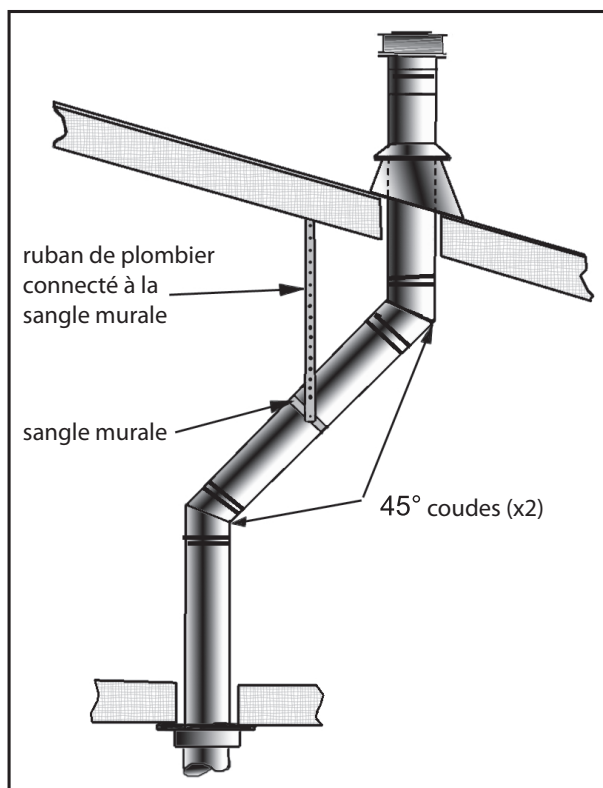
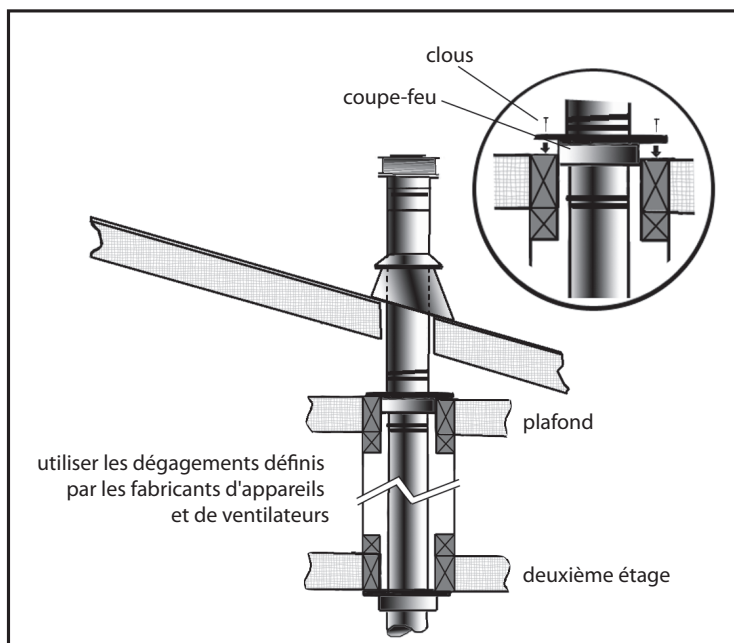

Figure 37: Utilisation des sangles murales.
Figure 38: Installation du tuyau d'évent à plusieurs étages.
- (1) Si un déport est nécessaire dans le grenier pour éviter les obstructions, il est important de soutenir le tuyau d'évent tous les 3 pieds (914 mm), pour éviter une contrainte excessive sur les coudes et une éventuelle séparation. Des sangles murales sont disponibles à cet effet (voir Figure 37).
- (2) Dans la mesure du possible, utilisez des  $\chi\omicron\upsilon\delta\epsilon\sigma$   $\square$   $45^\circ$  au lieu de coudes à  $90^\circ$ . Le  $\chi\omicron\upsilon\delta\epsilon$   $\square$   $45^\circ$  offre moins de restriction au débit des gaz de combustion et de l'air d'admission.
- (3) Pour les installations à plusieurs étages; un coupe-feu de plafond est requis au deuxième étage et à tous les étages suivants (voir la figure 38). L'ouverture doit être encadrée à des dimensions intérieures de 10 "(254 mm) x 10" (254 mm), de